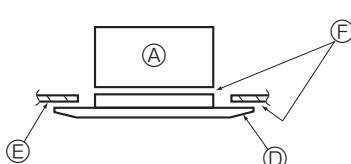

Fig. 6-8
- * Убедитесь в отсутствии зазоров между основным блоком и решеткой, а также между решеткой и поверхностью потолка. (Fig. 6-8)